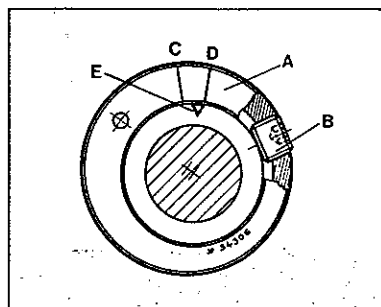
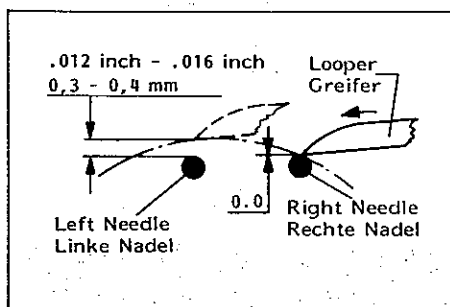

Fig. 67
Fig. 68
After loosening the eccentric set screw (B, Fig. 67) the eccentric (A) can be turned within the area of C and D to obtain a distance of 0.3 - 0.4 mm (.012 - .016 in.) (Fig. 68) between the left needle and looper point, when the looper moves from right to left. This adjustment is made at the factory. As a basic adjustment set mark (D) approx. to mark (E).
Nach Lösen der Schraube (B, Fig. 67) wird der Exzenter (A) im Bereich zwischen C und D so eingestellt, daß der Abstand zwischen der linken Nadel und der Greiferspitze 0,3 - 0,4 mm beträgt (Fig. 68), wenn der Greifer sich von rechts nach links bewegt. Diese Einstellung erfolgt im Werk. Als Grundeinstellung stellen Sie die Markierung (D) ungefähr auf (E).